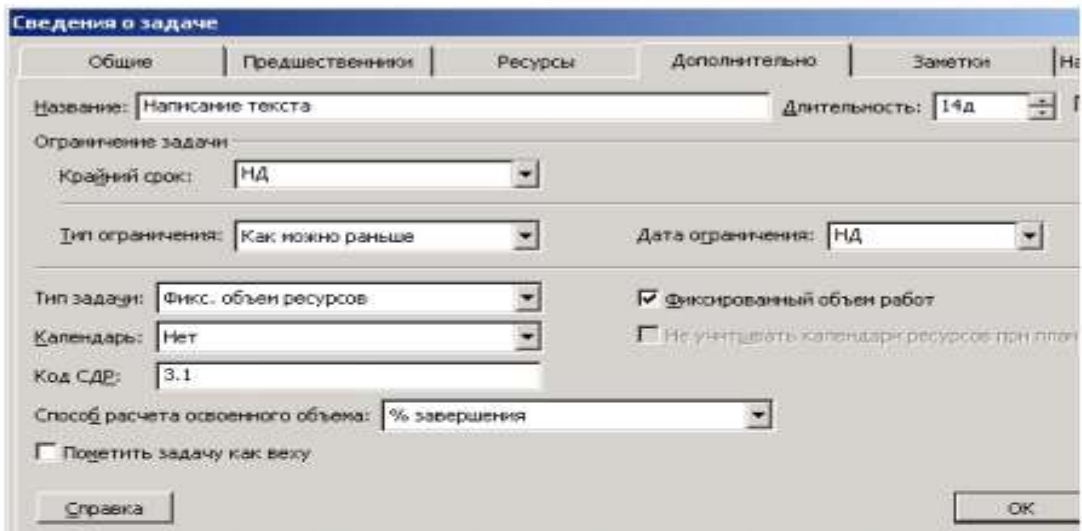

Рис. 36. Вкладка (Дополнительно) диалога (Сведения о задаче)
- Щелкните мышью на ярлычке (Дополнительно). На экране появятся элементы управления этой вкладки (рис. 36).